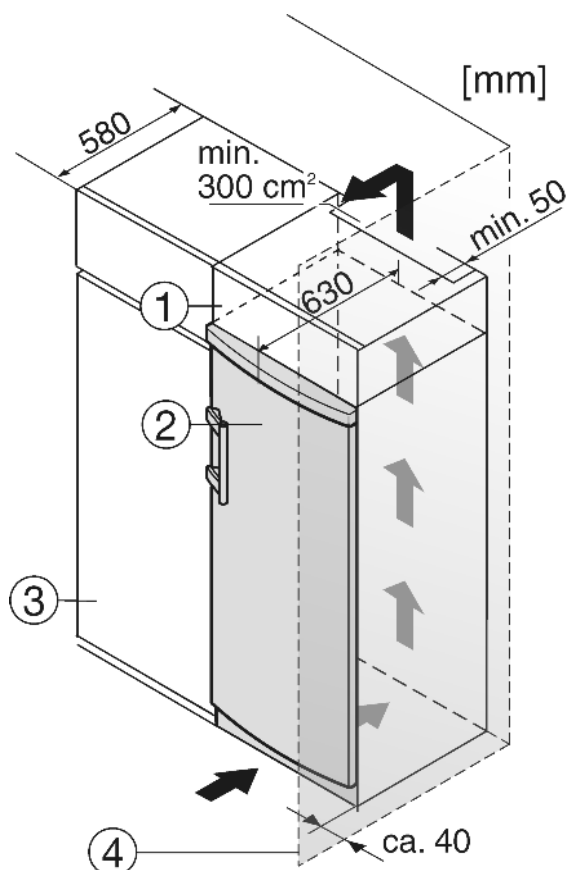

Fig. 8
- (1) Opbouwkast (3) Keukenkast
(2) Apparaat (4) Wand
Het apparaat kan in keukenkasten worden ingebouwd. Om het apparaat Fig. 8 (2) aan de hoogte van het keukenblok aan te passen, kan boven het apparaat een opzetkast Fig. 8 (1) worden aangebracht.
Bij de ombouw met keukenkasten (diepte max. 580 mm) kan het apparaat direct naast de keukenkast Fig. 8 (3) worden opgesteld. De apparaatdeur staat aan de zijkant 34 mm en in het midden van het apparaat 50 mm tegenover de voorkant van de keukenkast. Daardoor kan de deur probleemloos geopend en gesloten worden.
Plaats u het apparaat met de scharnierkant naast een muur Fig. 8 (4), dan moet de afstand tussen apparaat en muur minstens 40 mm bedragen. Dit in verband met het uitsteken van de deurgreep bij een geopende deur.